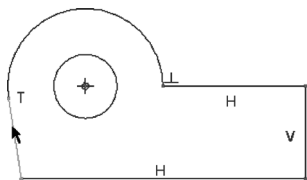
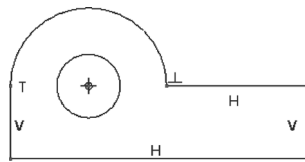

图 2-79 选择要竖直约束的直线段
图 2-80 应用竖直约束
3) 在系统提示下单击选择图 2-79 所示的直线段。此时，约束效果如图 2-80 所示。